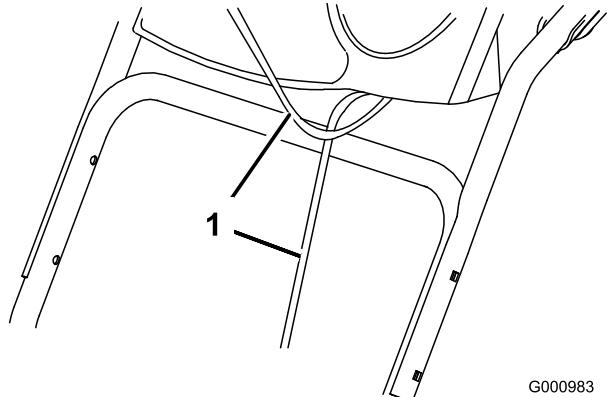

Рисунок 3
- Поднимите и поверните верхнюю рукоятку, поставив ее над нижней рукояткой (Рисунок 3).